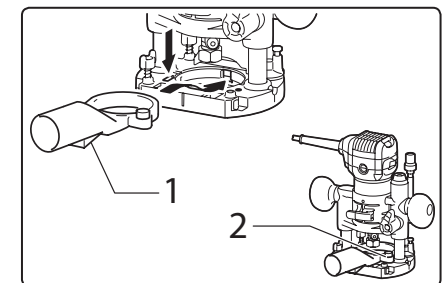

Abb. 25B
- Setzen Sie den Saugadapter wie in Abb. 25B, Position 1 gezeigt auf die Tauchgrundplatte auf (der Saugadapter kann entweder ohne installiertes
Werkzeug oder mit angehobener Antriebseinheit auf die Grundplatte gesetzt werden) und befestigen Sie den Adapter mit der Schraube Abb. 25B, Position 2.